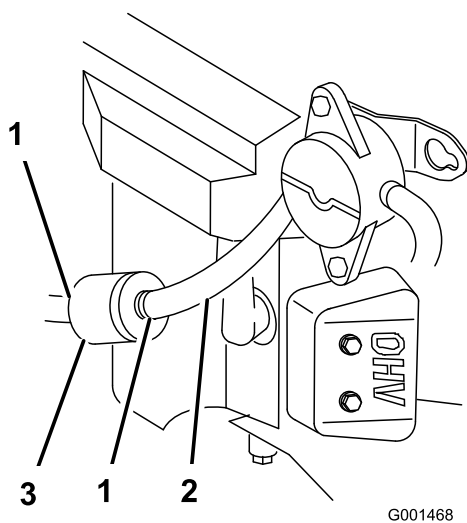

Figura 28
7. Aprite la valvola di intercettazione sul serbatoio del carburante (Figura 28).
3. Chiudete la valvola di intercettazione sul serbatoio del carburante (Figura 28).
4. Premete le estremità delle fascette stringitubo ed allontanatele dal filtro (Figura 28).